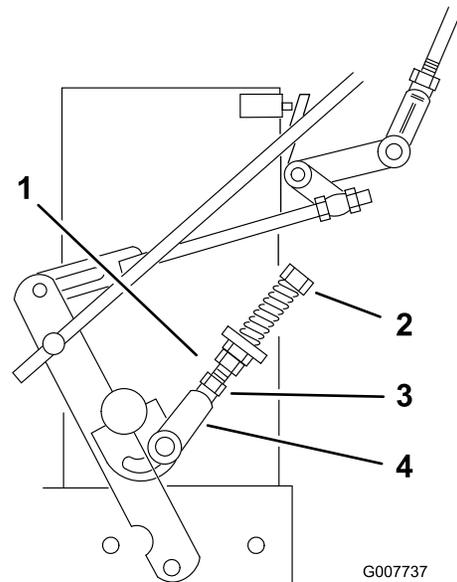

Figura 31
9. Se la ruota gira mentre la leva della trazione è trattenuta in posizione di folle, è necessario regolare il tirante del comando di folle (Figura 31). Se la ruota si ferma passate al punto 12.
10. Allentate il dado contro la forcella del tirante del comando di folle (Figura 31).
11. Regolate il tirante del comando di folle finché la corrispondente ruota motrice non si ferma, quando la leva della trazione viene tirata contro la molla di folle (posizione folle) (Figura 31).
12. Girate il bullone di regolazione di circa 1/4 di giro in senso orario se la ruota gira all'indietro o di circa 1/4 di giro in senso antiorario se la ruota gira in avanti (Figura 31).